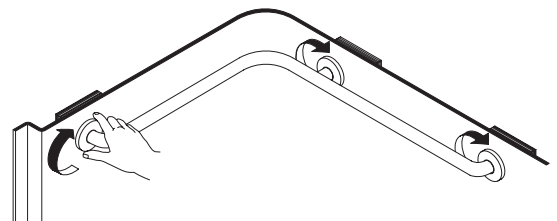

Fig. 4.12
- Install the finishing caps on each of the flanges, performing a rotation clockwise or by lightly tapping with a mallet. Fig. 4.12.
- Installer les capuchons de finition sur chacune des brides en effectuant une rotation dans le sens horaire ou en frappant légèrement à l'aide d'un maillet. Fig. 4.12.
- Instalar los capuchones embellecedores sobre cada una de las bridas efectuando una rotación en el sentido de las agujas del reloj o golpeando suavemente con una maza. Fig. 4.12.